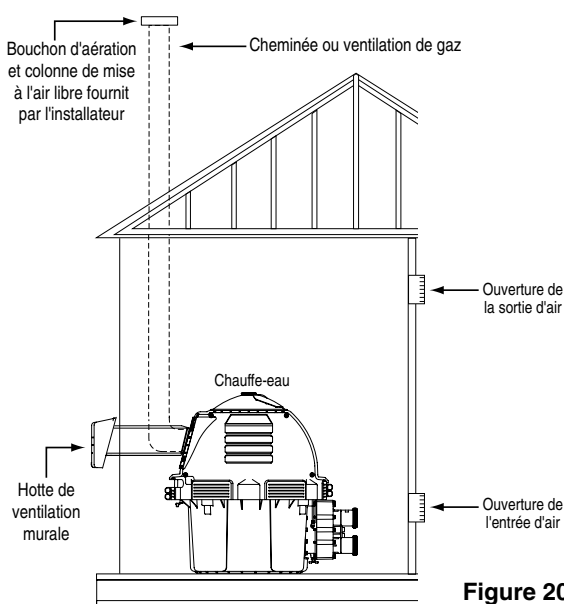

Figure 20.
VENTILATION HORIZONTALE OU VERTICALE - PRESSION POSITIVE (Voir les Figures 20, 21, et 22)**(Catégorie III)**
6. **Terminaison d'évacuation - Verticale** (Voir les Figures 20 et 21), pour la hauteur de la terminaison d'évacuation au-dessus du toit. Utiliser une terminaison d'évacuation homologuée et spécifiée dans les codes locaux et selon les directives du fabricant. Une terminaison d'évacuation doit être verticale. Au Canada, l'emplacement du couvercle de terminaison doit être à un minimum de 4 pieds (1,2 m) de distance horizontalement des compteurs électriques, des compteurs de gaz, des régulateurs et des soupapes de sécurité.